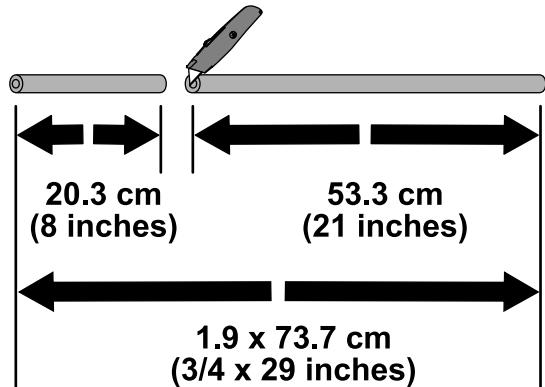

Figure 4
1. Mesurez 20,3 cm à partir du bout du flexible (1,9 x 73,7 cm) et repérez ce point (Figure 4).